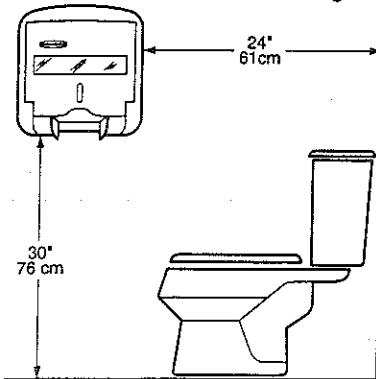
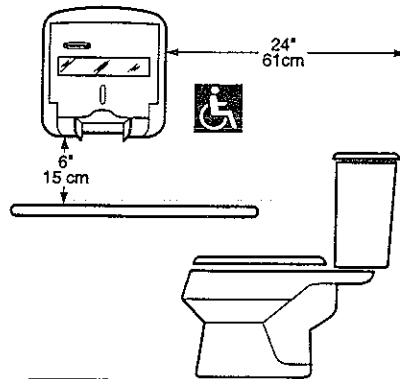

Figura 1
Figura 2
1. Ubique la distribuidora en la pared de acuerdo con la figura 1. Para un compartimento de inválido, haga la ubicación de acuerdo con la figura 2.